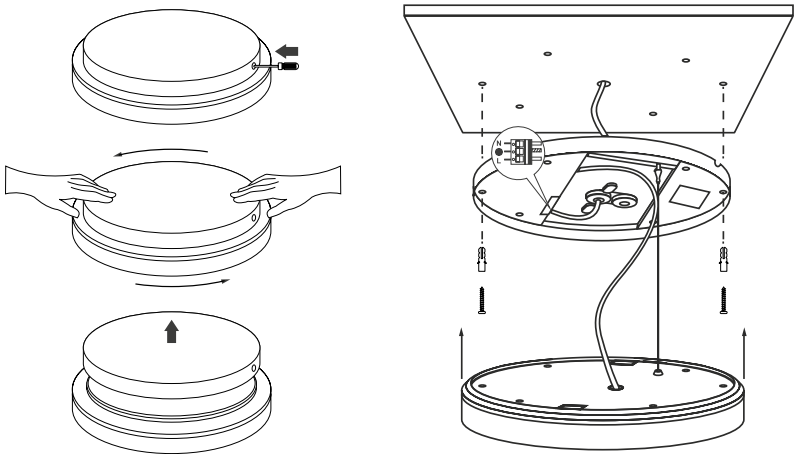

Рис. 2. Установка и подключение светильника
- 3.4. Для переключения цветовой температуры воспользуйтесь переключателем ССТ (см. рис. 2).